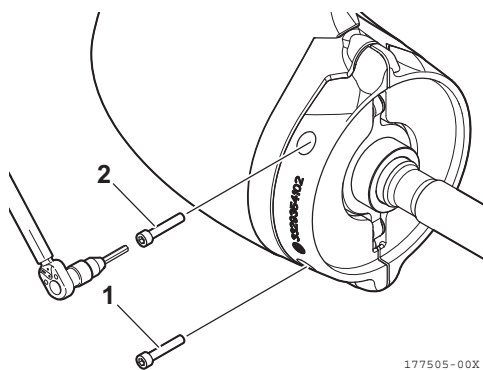

Figura 30
2. Con una llave dinamométrica y la llave hexagonal, apriete los tornillos de fijación (1, 2, **Figura 30**) de los ánodos a un par de 9 Nm.